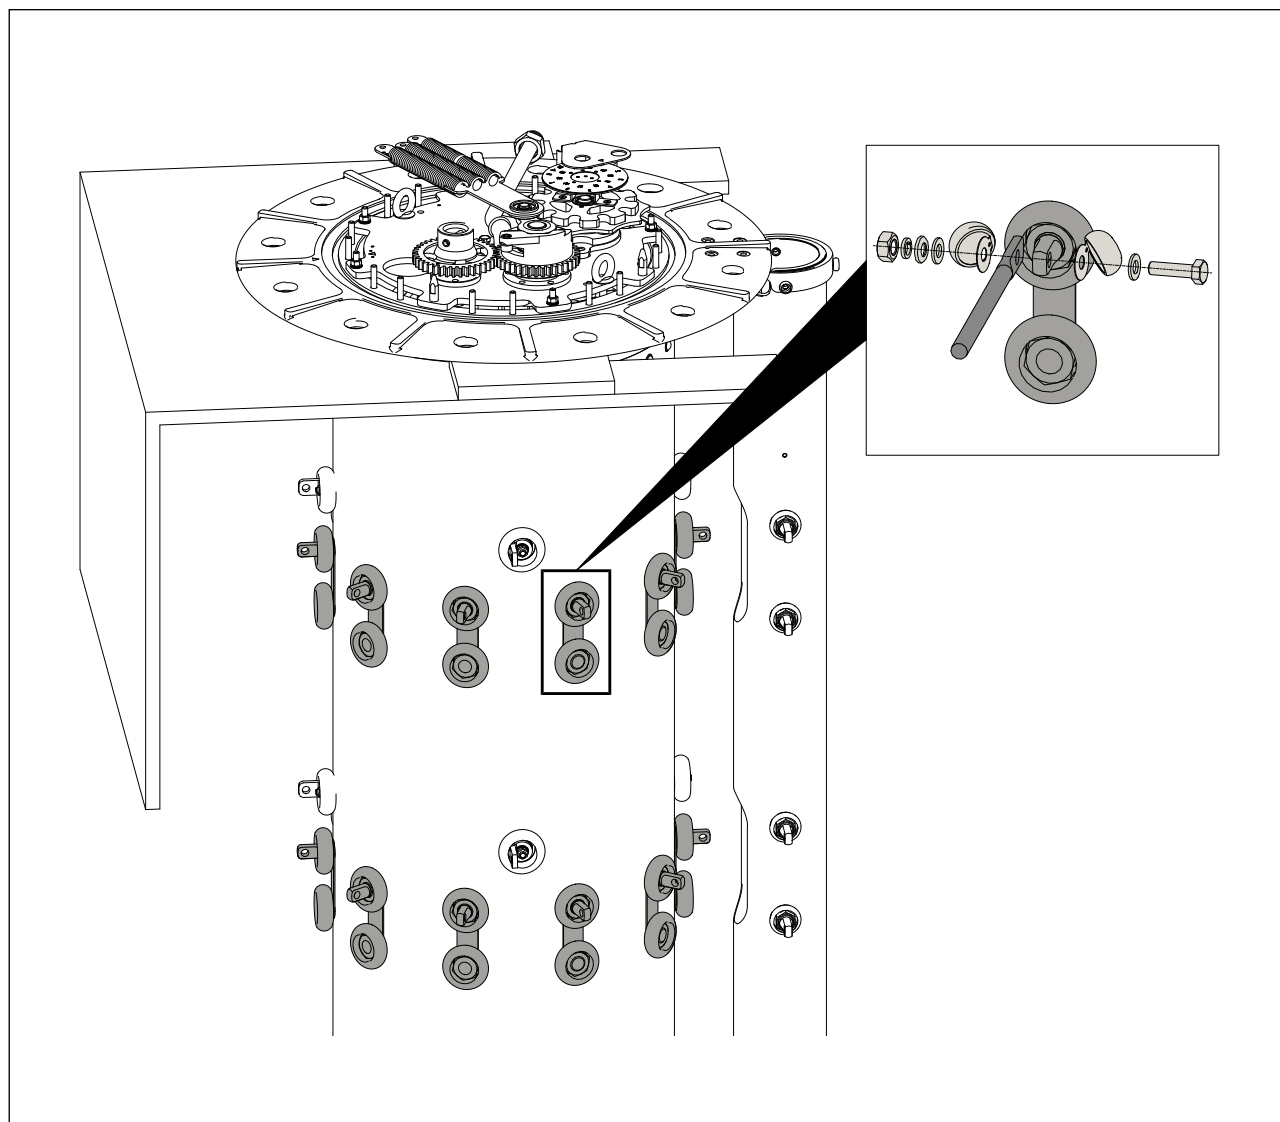

图 5-10 将分接选择器端子连接到变压器调节绕组
3. 使用 17mm 开口 / 套筒扳手，安装 M10 螺栓紧固件，每套配弹簧垫圈 x1、平垫圈 x2、碗状垫圈 x1、屏蔽罩 x2，扭矩：28~34Nm，按照图示安装变压器调压绕组引线（见图 5-10）。